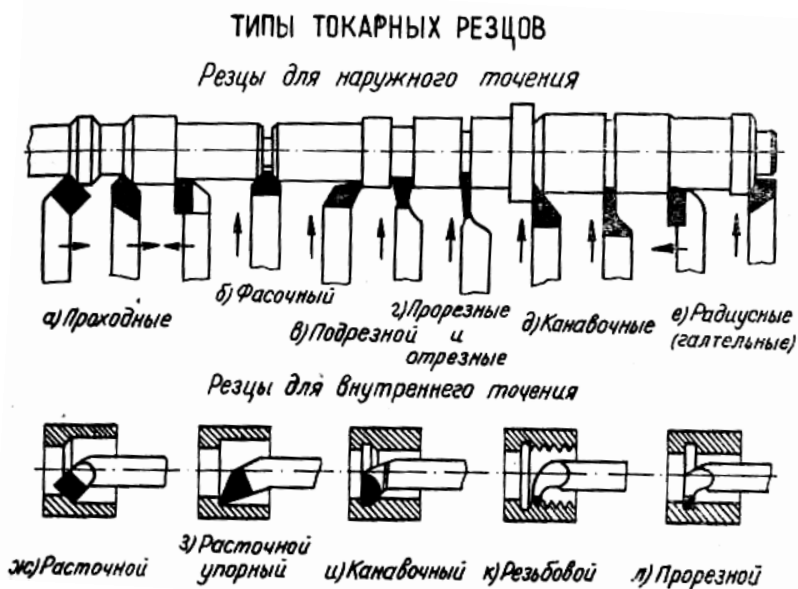

Рис. 2. Виды резцов по назначению
- **направлению подачи** - правые и левые (рис. 2, а);
- **форме режущей кромки** - с прямолинейной режущей кромкой и криволинейной (рис. 2, е);